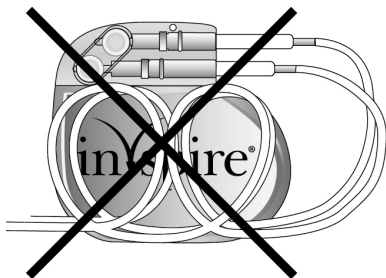

Figure 21. Ne faites pas de boucle avec l'excès de longueur d'électrode
- Ne faites **pas** de boucle avec les électrodes. Le fait de faire des boucles avec les électrodes (Figure 21) peut torsader les corps des électrodes et provoquer leur déplacement.